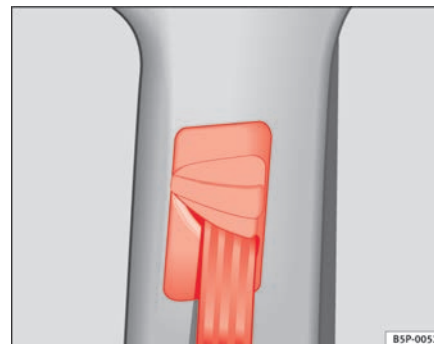

Fig. 17 Localização de montagem do regulador do cinto de segurança em altura
- Premir a guia da faixa superior do cinto de segurança na zona de cima e mantê-la nessa posição ⇒ **fig. 17**.